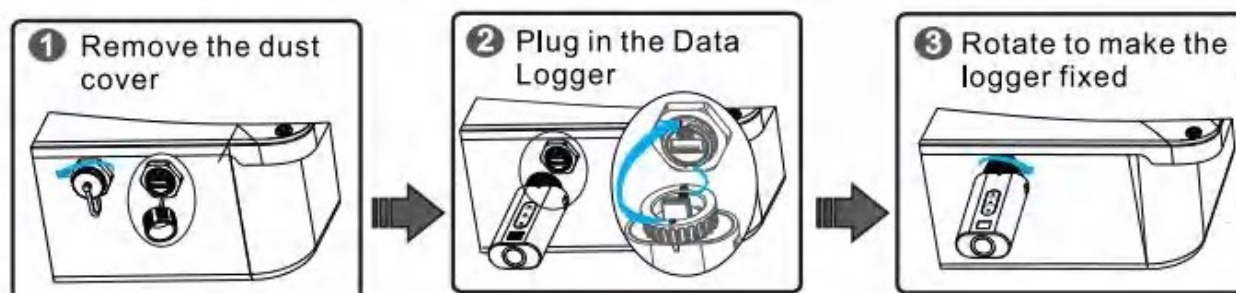

Figura 3-5 Installazione del raccogliore di dati
1. Questo passaggio è previsto solo nei casi in cui il raccogliore di dati sia configurato. La Figura 3-5 illustra il metodo di installazione.